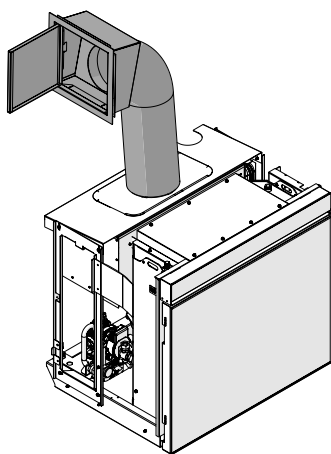

Fig. 41
- Sistema di caricamento con tubo metallico flessibile e sportello di caricamento (**Fig. 41**).